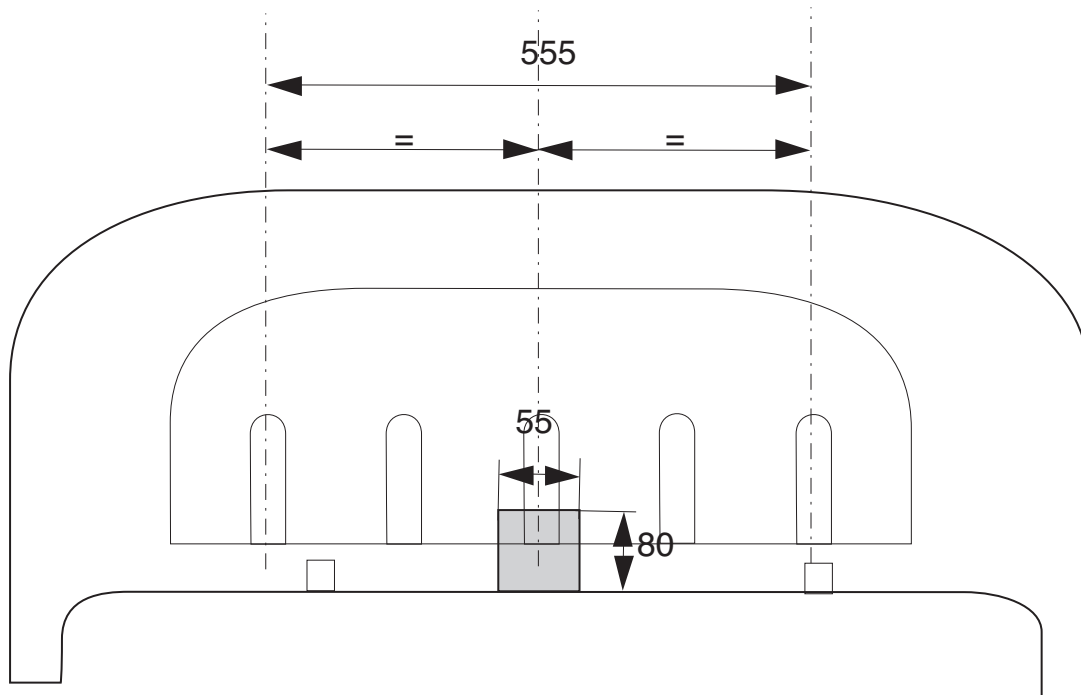

Fig. 1
1. For the 2004-> model: On the underside of the middle of the bumper and spoiler, saw out a portion measuring 55 mm wide and 80 mm deep. (fig. 1) At the right, remove the towing eye bolts from the inside of the chassis (three bolts) but do not remove the towing eye. The bolts you have just removed are not replaced.
1. Voor het type 2004-> geldt: Zaag in het midden aan de onderzijde van de bumper en spoiler een deel van 55 mm breed en 80 mm diep uit. (fig. 1)
1. Für Typ 2004-> gilt: Auf der Unterseite der Stoßstange und dem Spoiler in der Mitte einen 55 mm breiten und 80 mm tiefen Teil heraus-schneiden. (Abb.1)
1. Pour le type 2004->: Scier au milieu de la face inférieure du pare-chocs et du spoiler un morceau de 55 mm de large et 80 mm de profondeur. (fig.1)
- Placera dragkroken under fordonet och; inte tillbaka. skruvar). Dragöglan demonteras inte. De demonterade skruvarna sätts djup ur mitten av stötfångarens och spoileren undersida. (fig.1) På höger sida demonteras dragöglans skruvar på chassits insida (tre skruvar). Dragöglan demonteras inte. De demonterade skruvarna sätts inte tillbaka.
Placera dragkroken under fordonet och; inte tillbaka. skruvar). Dragöglan demonteras inte. De demonterade skruvarna sätts djup ur mitten av stötfångarens och spoileren undersida. (fig.1) På höger sida demonteras dragöglans skruvar på chassits insida (tre skruvar). Dragöglan demonteras inte. De demonterade skruvarna sätts inte tillbaka.
1. **For typen 2004-> gælder:** Sav midt på kofangerens og spoileren underside en del på 55 mm bredde og 80 mm dybde ud. (fig.1) Fjern slæbeøjeboltene i højre side på chassisets inderside (tre bolte); slæbeøjet skal ikke fjernes. De demonterede bolte anvendes ikke længere.
1. **Per la versione 2004-> vale:** Segare via dalla parte centrale inferiore del paraurti e dallo spoiler un pezzo largo 55 mm e profondo 80 mm. (fig.1)
1. **Válido para el tipo 2004->:** Serrar y sacar del centro del lado inferior del parachoques y del espóiler una parte de 55 mm de ancho y 80 mm de profundidad. (fig.1)
1. **Dla typu 2004-> obowiązuje:** Wypilować w środkowej części od spodu zderzaka i spojlera odcinek szerokości 55 mm i 80 mm w głąb. (fig.1)